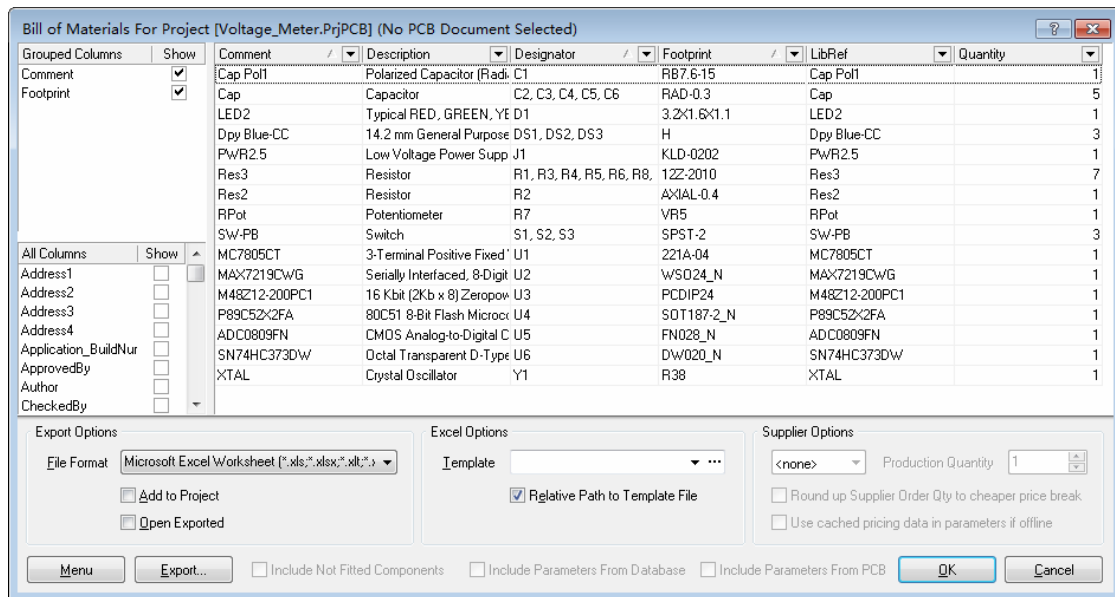

图 5-17 元件清单对话框
(1) 打开本书电子资源“例 5-6_Voltage_Meter”目录下的“Voltage_Meter.PrjPCB”工程。
(2) 执行菜单命令 Reports » Bill of Materials, 弹出材料清单对话框, 如图 5-17 所示。该对话框包括四个区域, 分别说明如下: